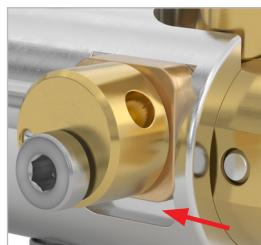
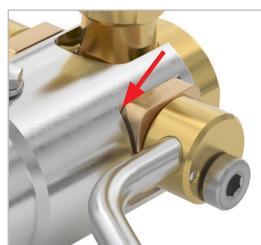

Figure 12
Figure 13
- ▶ Utilisez un petit tournevis pour appliquer un mince film de lubrifiant WEH® entre les excentriques (flèche rouge, Figure 12 et Figure 13).